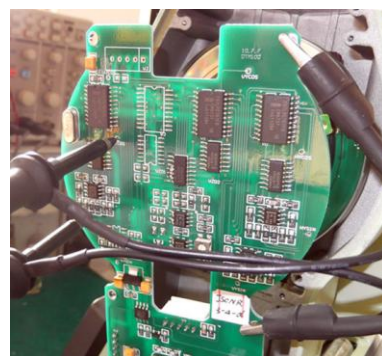

图 6
- (6) 调节竖轴的近端信号与远端是一样的调法，包括四只调节螺钉也是同样的调法唯有的区别是两表笔在主板的接触测试位置不一样，近端测试如图 6 所示；